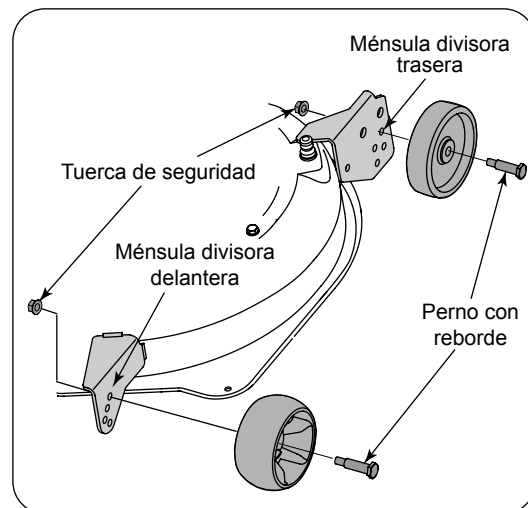

Figura 12
$\frac{1}{2}$ " por sobre el suelo. Sujete la rueda esférica a la ménsula divisora con el perno con reborde. Tome nota del orificio de posicionamiento utilizado y sujete la otra rueda esférica en la misma posición. Vea la Figura 12.
- Únicamente en las plataformas de 50", extraiga los pernos con borde que sujetan una rueda calibradora trasera a la ménsula divisora posterior. Reposicione la rueda para alinearla con uno de cuatro orificios de posicionamiento que colocan a la rueda $\frac{1}{4}$ " a $\frac{1}{2}$ " por sobre el suelo. Sujete la rueda con el perno con reborde. Ajuste la otra rueda calibradora trasera en la misma posición de la otra ménsula divisora trasera. Vea la Figura 12.